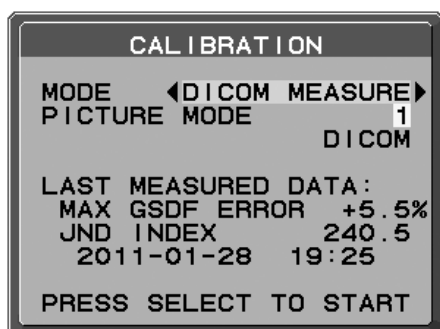

Abbildung D.1
1. Drücken Sie die Taste LINKS oder RECHTS, um für den MODUS die Einstellung DICOM MESSUNG auszuwählen (**Abbildung D.1**).